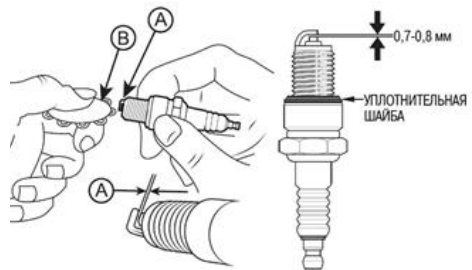

Рис. 17 Обслуживание свечи зажигания
4. Измерьте зазор А между электродами свечи зажигания специальным щупом В (Рис. 17). Зазор должен быть 0,7-0,8 мм. При увеличении или уменьшении требуемого зазора, рекомендуется заменить свечу, так как регулировка зазора может привести к изменению качества искрообразования.